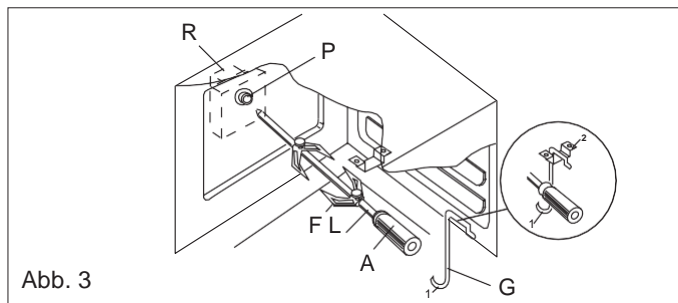

Abb. 3
- Speißen Sie das Hähnchen oder Fleischstück auf den Speiß **L** und sichern Sie es möglichst zentriert zwischen den beiden Gabeln **F**, um den Getriebemotor **R** (Abb. 3) nicht unnötig zu belasten.
- Legen Sie den Speiß auf die Halterung **G**, nachdem Sie das andere Ende in die Bohrung **P** des Motors **R** (Abb. 3) eingeführt haben.
- Entnehmen Sie den Speiß in umgekehrter Reihenfolge und verwenden Sie hierzu den Griff **A** sowie einen Schutzhandschuh aus Isolierwolle (Abb. 3).